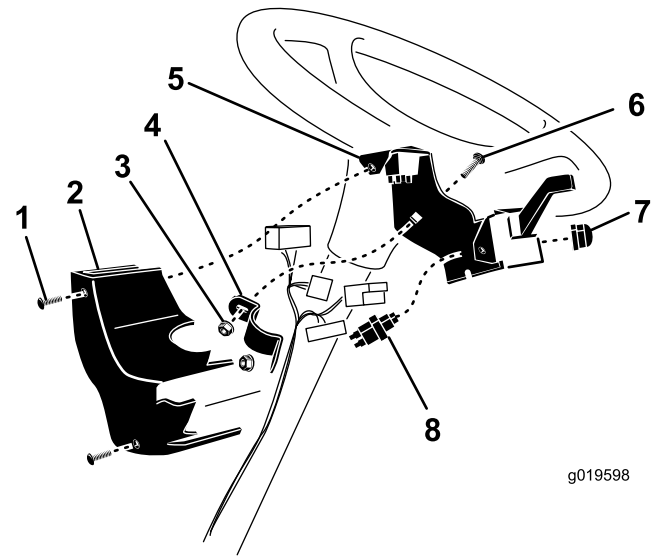

Figura 16
1. Monte el conjunto del soporte de la columna en la parte trasera de la columna de dirección con la abrazadera del soporte, 2 tornillos de cuello cuadrado (3/8 pulgada) y las 2 tuercas con arandela prensada (3/8 pulgada) (Figura 16).
Nota: Coloque el soporte lo más alto posible en la columna de dirección, según se muestra en Figura 16. Asegúrese de que el soporte de la columna no obstruye el volante.
2. Monte el interruptor del claxon en el soporte de la columna con el botón de claxon de goma (Figura 16).
3. Después de conectar el arnés de cables a los interruptores, sujete la tapa al soporte de la columna con los 2 tornillos (1/2 pulgada) (Figura 16).